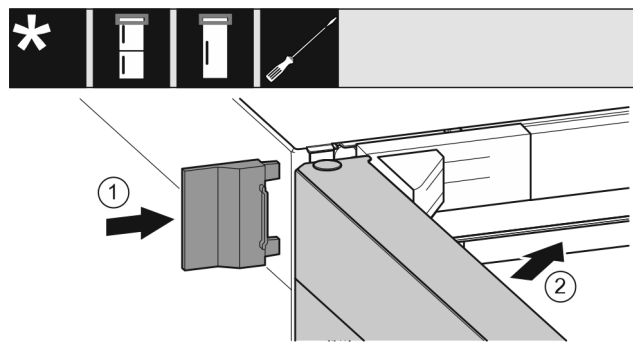

Fig. 20
- ▶ Ωθήστε το εξωτερικό κάλυμμα. Fig. 20 (1)
- ▶ Κλείστε την επάνω πόρτα. Fig. 20 (2)